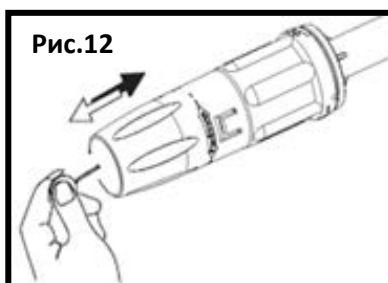

Рис.12
- Очистить форсунку с помощью поставляемого инструмента. Вынуть штангу из пистолета; удалить грязь из отверстия форсунки (рис. 12) и промыть.